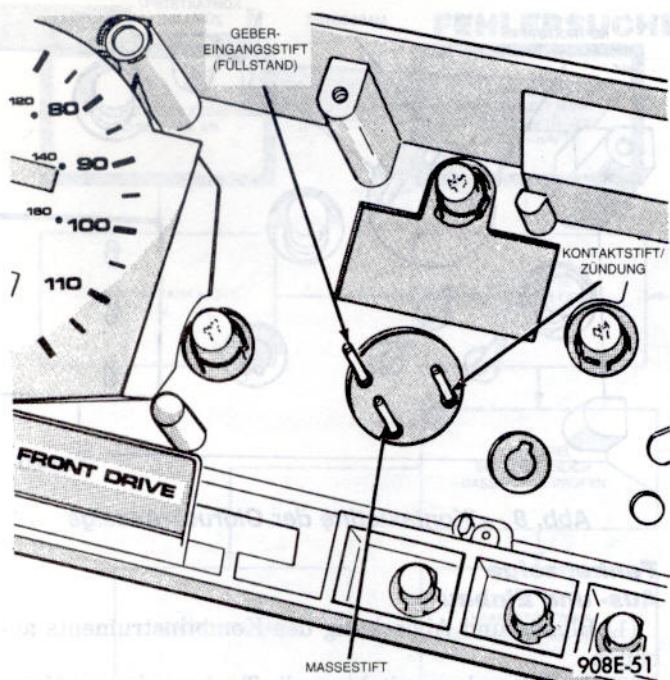

Abb. 9 – Kontaktstifte der Tankanzeige
Überprüfung des Stromkreises (Abb. 9)
- (1) Tankanzeige ausbauen.
- (2) Kabel zwischen Kraftstofftank-Füllstandsgeber und Tankanzeige (Geber-Eingangsstift) auf Durchgang prüfen (Abb. 9).
- (3) Zündschalter in Stellung "ON" bringen und prüfen, ob zwischen dem Kontaktstift der Zündung und dem Massestift Batteriespannung anliegt.